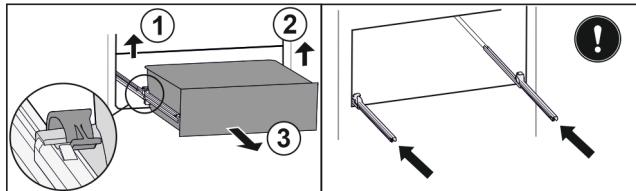

Fig. 66
- Приподнимите левый зажим и одновременно вытяните движением вперед выдвижной ящик слева. Fig. 66 (1)
- Приподнимите правый зажим и одновременно вытяните движением вперед выдвижной ящик справа. Fig. 66 (2)
- Извлеките выдвижной ящик движением вперед. Fig. 66 (3)